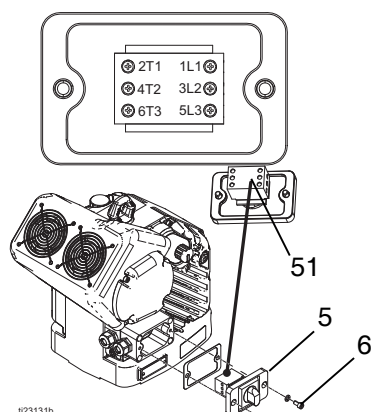

Fig. 15: Tapa de la caja de conexiones
10. Instale la tapa de la caja de conexiones (G) y apriete dos tornillos (6). Consulte la FIG. 15 en la página 15.
11. Coloque los cables en el interruptor de desconexión (51) y apriete los tornillos de los cables.